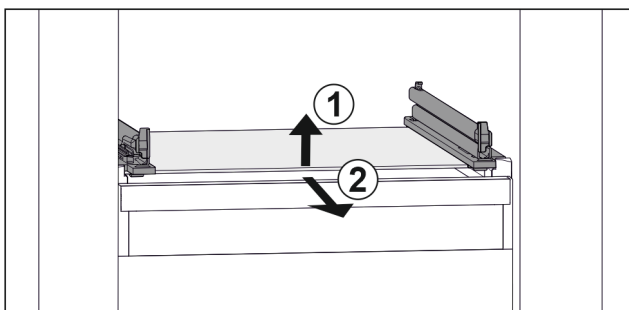

Fig. 133 Rappresentazione esemplificativa del ripiano in vetro
- ▶ Sollevare il ripiano in vetro dal davanti. Fig. 133 (1)
- ▶ Rimuovere il ripiano in vetro tirando in avanti. Fig. 133 (2)